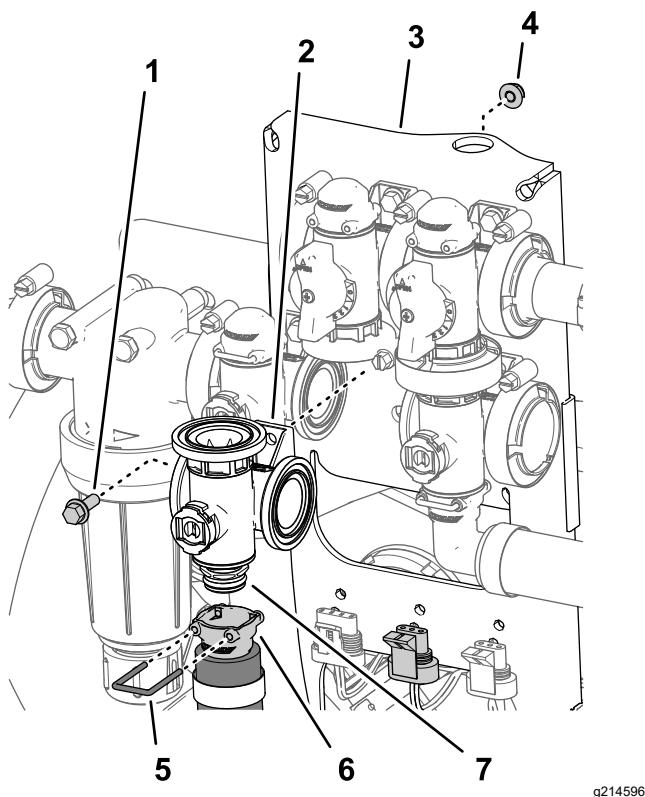

Figura 116
2. Retire la horquilla de retención que sujeta el conector rápido hembra al acoplamiento rápido del distribuidor de la válvula de agitación (Figura 116).
3. Retire el perno con arandela prensada ($\frac{1}{4}$ " x $\frac{3}{4}$ ") y la tuerca con arandela prensada ($\frac{1}{4}$ ") que sujetan la válvula de agitación al soporte de la válvula, y retire el distribuidor de la válvula de la máquina (Figura 116).